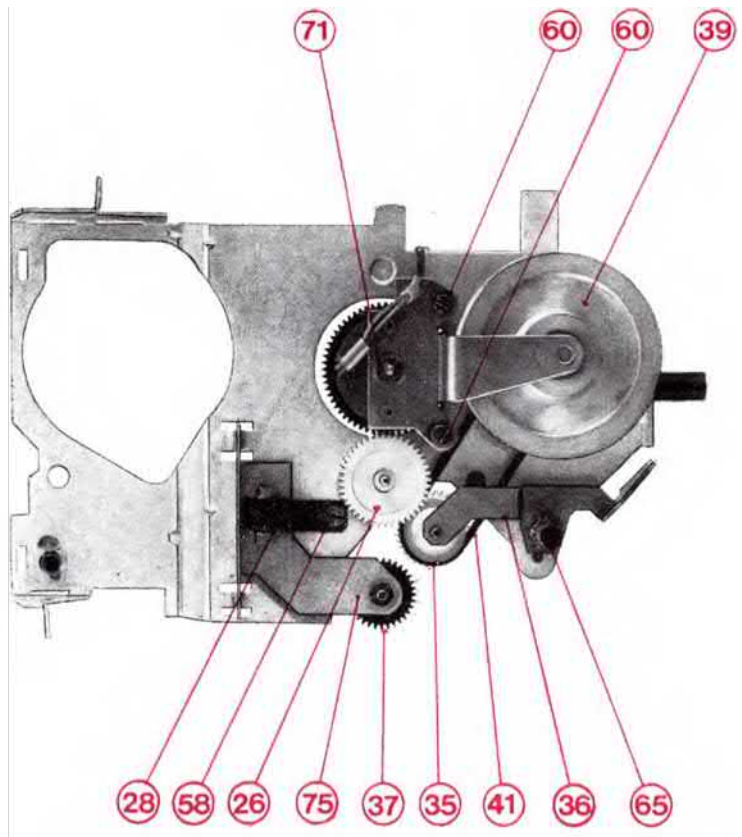
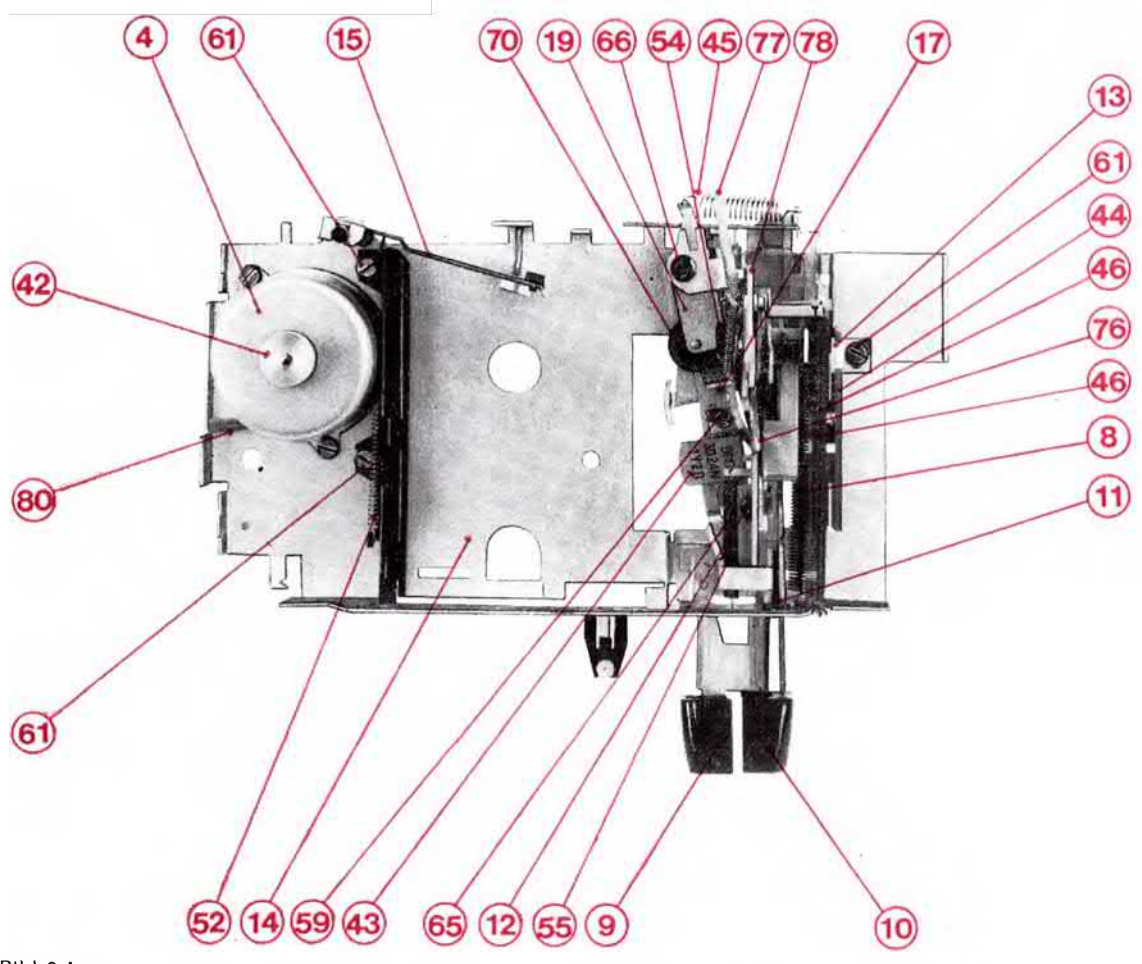

Bild 3.3.
Bild 3.4.
Bei gemeinsamer Betätigung von Vor- und Rücklaufschieber (10, 9) erfolgt der Auswurf der Kassette. Die Raste (23) klinkt auf beiden Schiebern ein und führt deren Bewegung gemeinsam mit dem Führungsblech (25) sowie dem Schlitten (21) mit aus. Kopfträgerleiste (17) und Andruckrollenhebel (19) werden durch den Schlitten (21) aus dem Kassettenebereich zurückgezogen. Das Führungsblech (25) hebt über die keillörmige Fläche die Wippe (31) so weit an, bis alle Antriebs-elemente außer Eingriff sind. Der Auswerfer (15) wird durch die Spannung der Zugfeder (52), (s. Bild 3.4.) zwischen Wippe (31) und Chassis (14) gezogen und sichert diese Stellung.
Nach Abnehmen des Antriebsriemens (40) vom Antriebsrad des Motors und von der Schwungmasse des Kapstans (39) sowie nach dem Aushängen der Zugfeder (50) läßt sich die Wippe, mon. (Bild 3.3.) vom Chassis, mon. (Bild 3.4.) abheben.
3.2.4. Wechsel von Wickeln und Rädern (Bild 3.3.)
3.2.6. Motorwechsel (Bild 3.4.)
Zunächst wird die Wippe, mon. (Bild 3.3.) wie unter Pkt. 3.2.3. beschrieben vom Chassis, mon. (Bild 3.4.) abgenommen. Nach dem Lösen der beiden Schrauben kann der Abschirmbecher (4) vom Motor abgehoben werden. Die Anschlußdrähte (80) des Motors sind an der Buchsenleiste abzulösen. Danach kann der Motor, mon. (42) gewechselt werden.
3.2.7. Wechsel des kleinen Antriebsriemens (Bild 3.3.)
3.2.8. Schieberwechsel (Bild 3.4.)
Tastenknöpfe abziehen, Wippe, mon. (Bild 3.3.) nach Pkt. 3.2.3. abnehmen, Aushängen der Federn (46), (8) und (55), Lösen der Sicherungsscheibe (65), Führungsscheibe (12) abnehmen, Führungsblech, mon. (76) in Richtung Chassis-
3.2.9. Wechsel des Schlittens (Bild 3.4.)
3.2.10. Wechsel der Kontaktfeder (Bild 3.4.)
3.2.11. Wechsel der Schalterplatte (Bild 3.4.)
3.2.12. Wechsel des Andruckrollenhebels (Bild 3.4.)
Wippe, mon. (Bild 3.3.) abnehmen (s. Pkt. 3.2.3.), Vor- und Rücklaufschieber (10), (9) sowie Schlitten, vst. (21) ausbauen (s. Pkt. 3.2.9.), Zugfeder (45) und (54) aushängen, Sicherungsscheibe (66) lösen, Kopfträgerleiste (17) und Andruckrollenhebel (19) auf dem Lagerbolzen anheben, bis sie aus dem Bereich der am Chassis angeschweißten Falle (78) her-
3.2.14. Wechsel des Magnetkopfes (Bild 3.4.)
Wippe, mon. (Bild 3.3.) entsprechend 3.2.3. abnehmen. Lösen der Schraube (59) und der Stellschraube (63), Magnetkopf (43) von der Kopfträgerleiste (17) abnehmen, dabei ist auf die Druckfeder (57) zu achten. Kopfleitung ablöten und Magnetkopf auswechseln. Montage erfolgt in umgekehrter Reihenfolge.
Zur Reinigung verschmutzter Magnetköpfe kann der im Handel angebotene Servicestab empfohlen werden. Dazu ist es notwendig, die Wippe, mon. (Bild 3.3.) wie unter Pkt. 3.2.3. beschrieben, vom Chassis, mon. (Bild 3.4.) abzunehmen, so daß der Magnetkopf gut zugänglich ist.